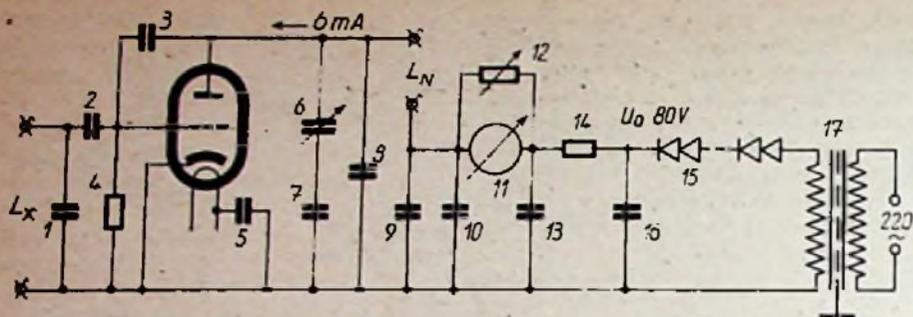

Abb. 2. Stromlauf der Spulenwaage
Zur Erprobung wurden mehrere Geräte nach der Schaltung Abb. 2 gebaut und mit verschiedenen Röhrentypen geprüft. Es ergab sich, daß in allen Fällen die Kapazität zwischen Gitter und Anode durch Parallelschaltung eines Kondensators (3) vergrößert werden mußte. Der besondere Vorteil dieses Meßgerätes